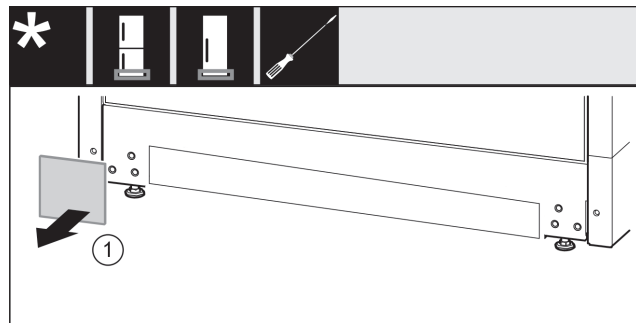

Fig. 46
- ▶ Vegye le a fedelet Fig. 46 (1).